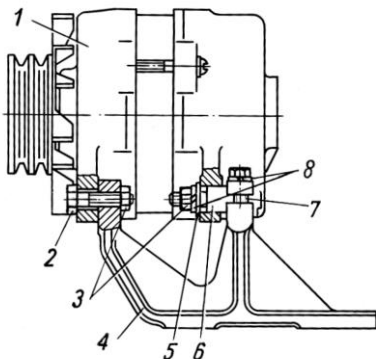

Рис. 25. Крепление генератора на двигателе:
- вставить палец 6 (рис. 25) в отверстие задней крышки генератора и закрепить с гайкой 3 с шайбами 5 и 8;